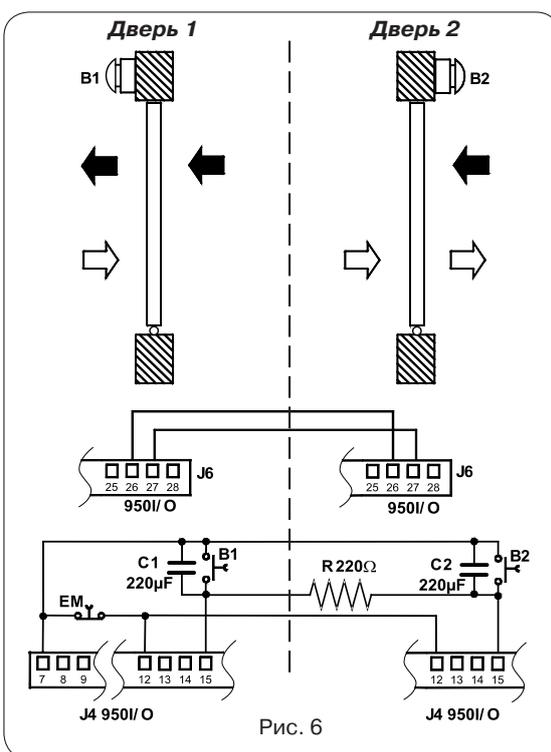

Рис. 6
- Соедините платы 950I/O двух автоматизированных систем с сенсорами, кнопками и дополнительными электронными устройствами, как показано на рис. 6.